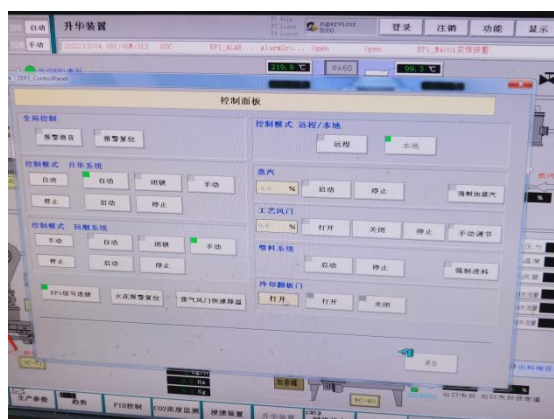

图 2-4
4、进料气锁清洗完成后，将上位机控制台升华装置由“手动”状态切换成“自动”状态，启动升华装置。（图 2-4）